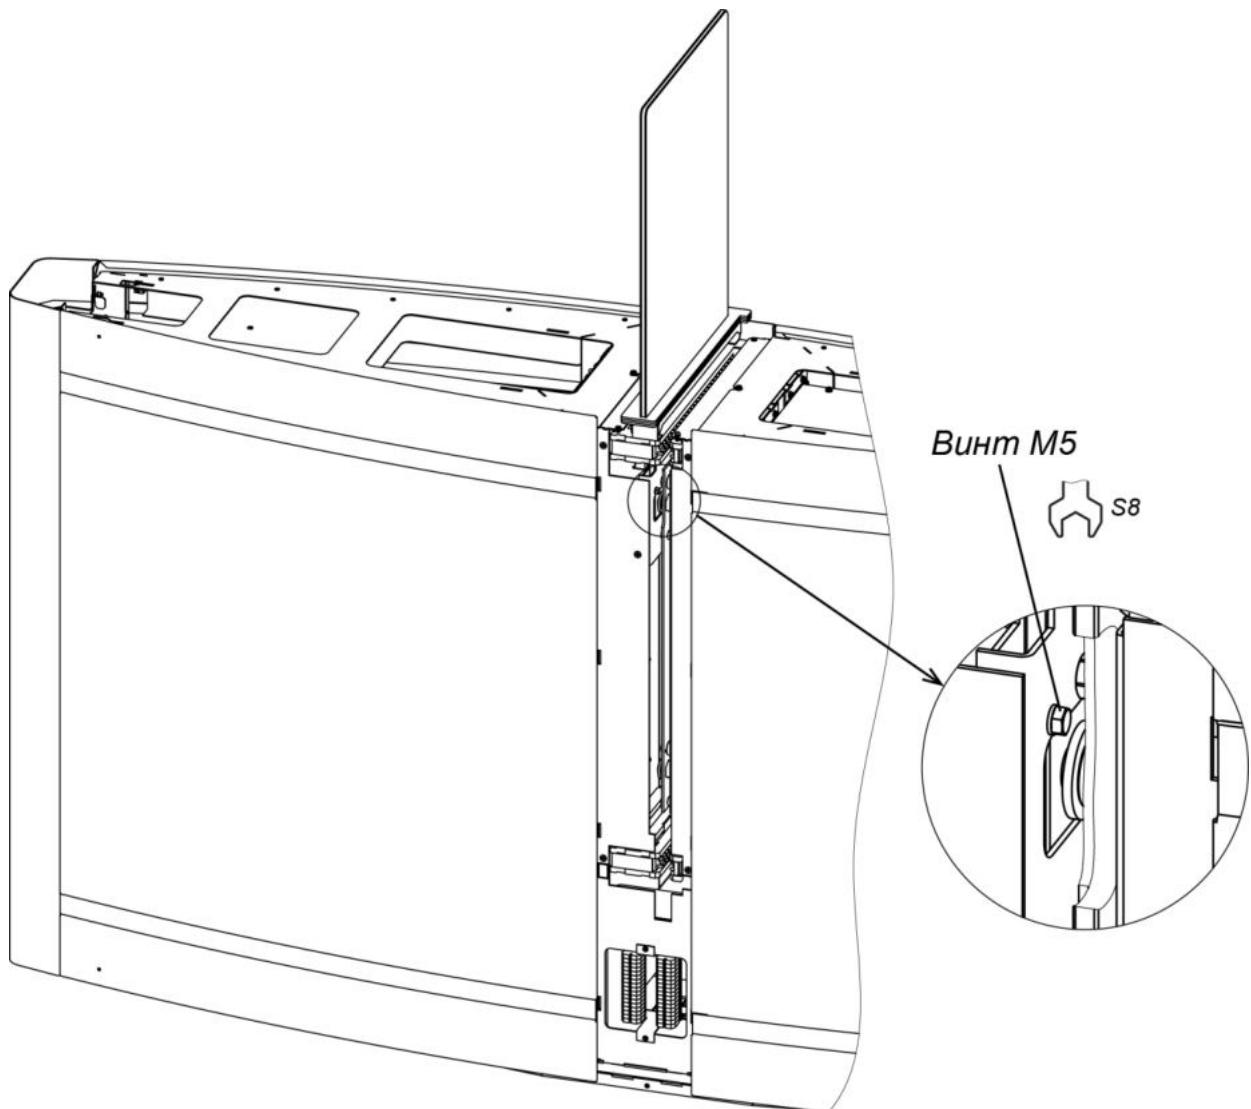

Рисунок 23. Демонтаж стекла заполнения
- Смонтируйте стекло заполнения (2) (см. разд. 8.7.5, рис. 23).
- Ключом рожковым S8 ослабьте два винта крепления стекла M5, находящиеся под центральной вставкой (4) по бокам (см. рис. 23).